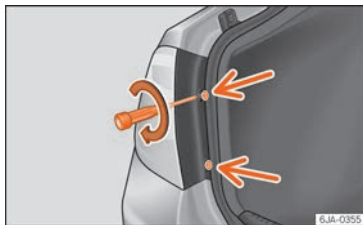

Fig. 103 Montar la unidad trasera.
- Con el destornillador de dotación o una llave Torx 20 (T20), atornillar (girando en sentido horario » **fig. 103**) los dos tornillos de fijación de la zona frontal del piloto.